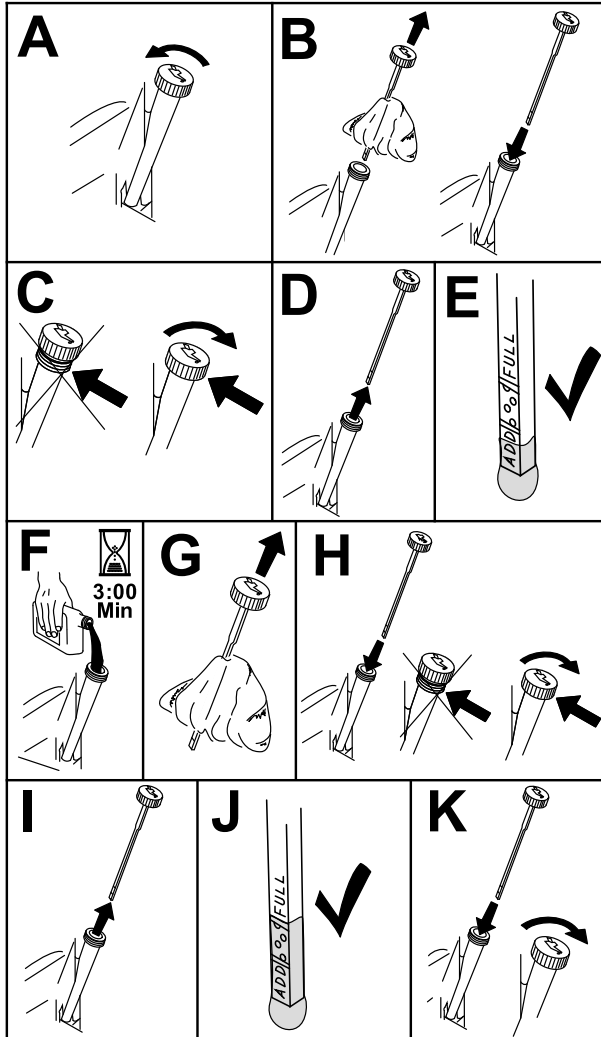

図 40
3. エンジン内部に異物が入らないように、オイルキャップやディップスティックの周囲をきれいにする 図 40。